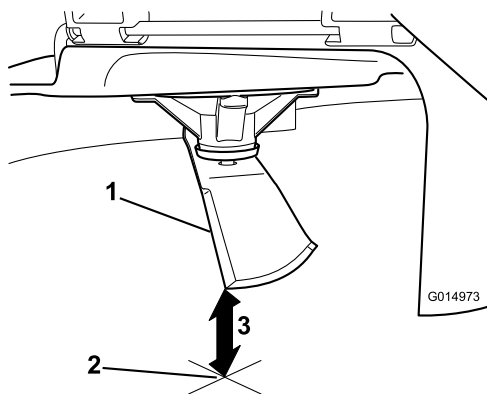

Figure 102
5. Mesurez la distance entre la pointe de la lame et la surface plane (Figure 102).